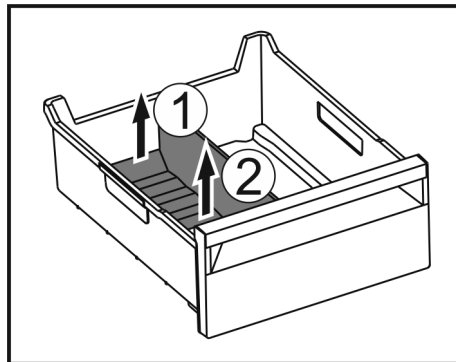

Fig. 145
- ▶ Soulever la partie arrière du séparateur de congélateur. Fig. 145 (1)
- ▶ Retirer le séparateur de congélateur par le haut. Fig. 145 (2)